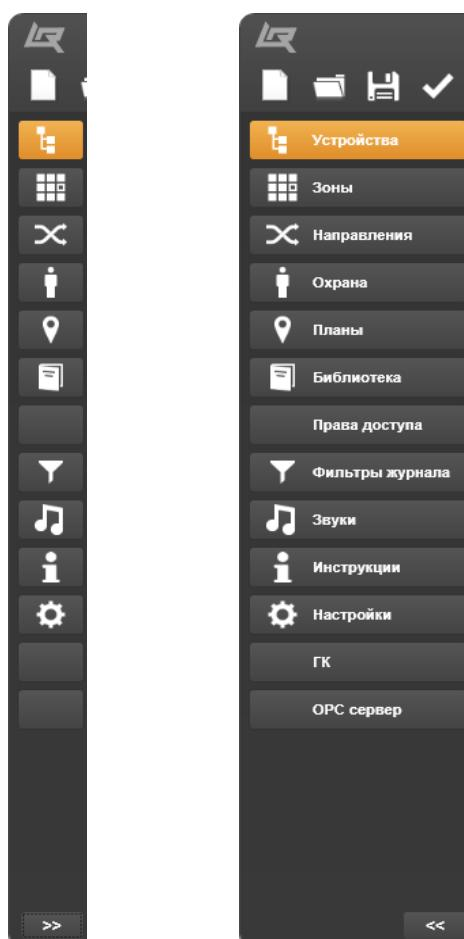

Рисунок 14.2.3 – Поле Вкладки
- кнопки **Скрыть названия** и **Раскрыть названия** (Рисунок 14.2.3) позволяют скрывать и раскрывать названия вкладок, изменения тем самым размер рабочей области.
- Вкладки (Рисунок 14.2.3);